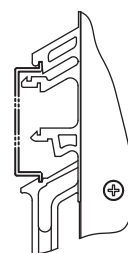
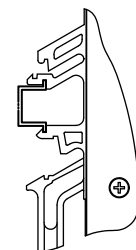

図4 DIN/EN50022 (35×7.5) の場合の取付
図6 DIN/EN50045 (15×5) の場合の取付
- (1) 制御対象となるシステムが停止していることを確認します。
- (2) DINレールの取付位置(図4～図6)を参照し、本製品を取り付けます。